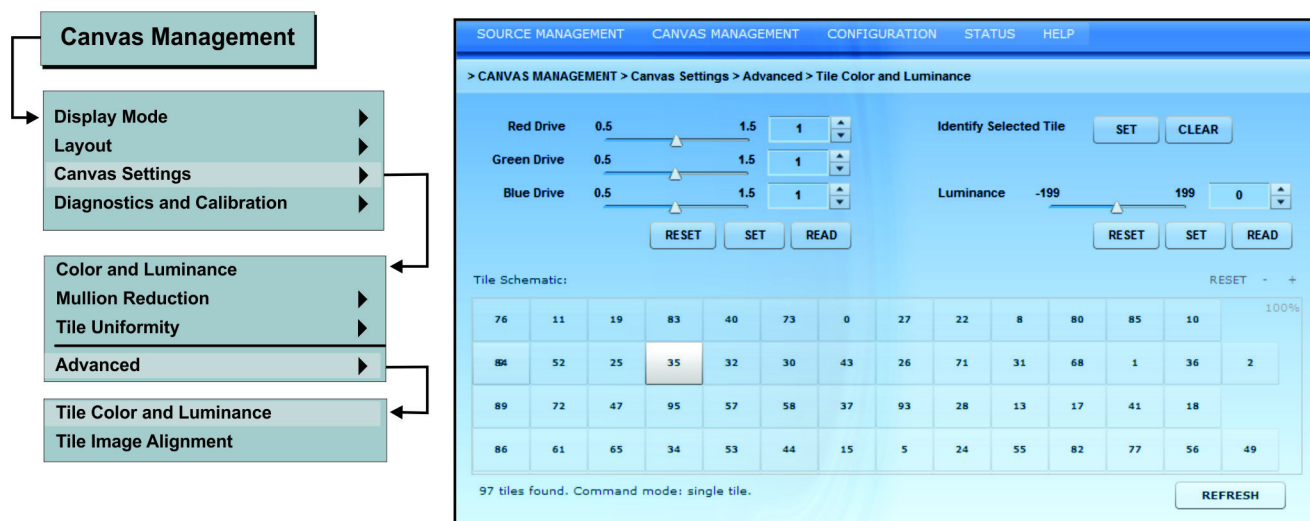

Рис. 3-31 Дополнительные параметры цветности и яркости ячеек
1. Для перехода в окно, показанное на Рис. 3-31, откройте меню **Управление холстом** и выберите **Настройка холста > Дополнительно > Цветность и яркость**.
1. Для перехода в окно, показанное на **Рис. 3-31**, откройте меню **Управление холстом** и выберите **Настройка холста > Дополнительно > Цветность и яркость**.